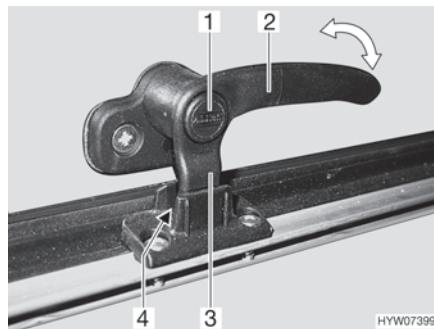
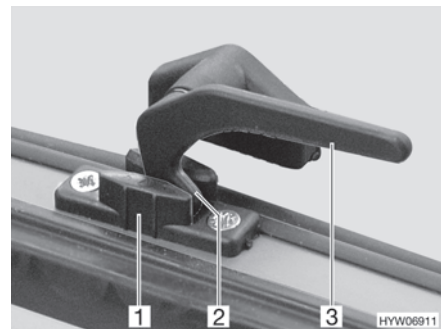

Fig. 71 Palanca de bloqueo con botón de seguridad en la posición de "ventilación continua"
Fig. 72 Palanca de bloqueo en la posición de "ventilación continua"
- En la posición "ventilación continua" (Fig. 71 y Fig. 72)
- Si existe, pulsar el botón de seguridad (Fig. 71,1) y mantenerlo pulsado.
- Girar la palanca de bloqueo (Fig. 71,2 ó Fig. 72,3) un cuarto de vuelta hacia la mitad de la ventana.
- Girar de nuevo hacia atrás la palanca de bloqueo. El saliente de bloqueo (Fig. 71,3 ó Fig. 72,2) de la palanca de bloqueo se ha de introducir para ello en el rebaje del bloqueo de la ventana (Fig. 71,4 ó Fig. 72,1).
- Si existe, soltar el botón de seguridad (Fig. 71,1).